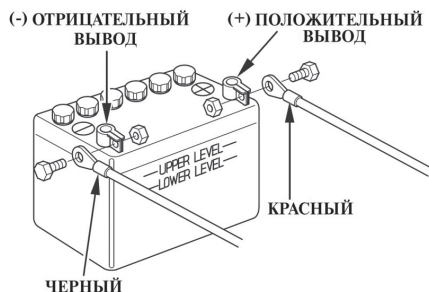

Рис. 18 Подключение аккумуляторной батареи
1. Присоедините красный провод к положительному выводу (+) аккумуляторной батареи. Присоедините черный провод к отрицательному (-) выводу аккумуляторной батареи (Рис. 18).